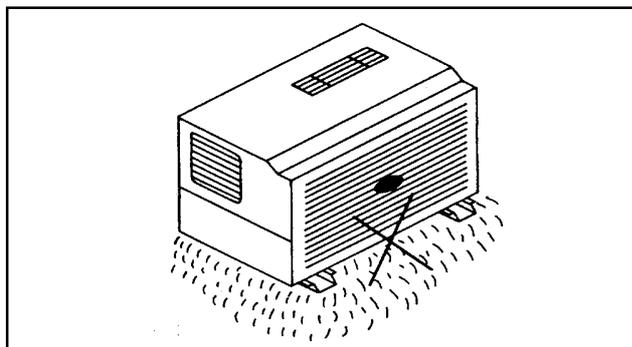

FIGURA 6 - DESNIVELAMENTO DA UNIDADE CONDENSADORA
- \* Recomenda-se não instalar a condensadora diretamente no solo, ou sobre superfície macia como grama, pois acabará por prejudicar o nivelamento da unidade (figura 6).